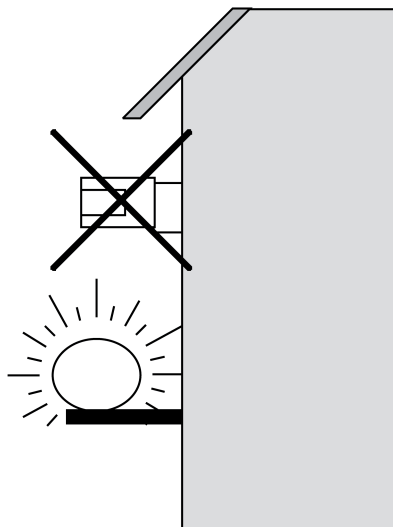

Bild 7
- Den Wächter nicht direkt über eine Leuchte montieren. Ein abkühlendes Leuchtmittel kann als Wärmeänderung erkannt werden und zu erneutem Einschalten führen (Bild 7).